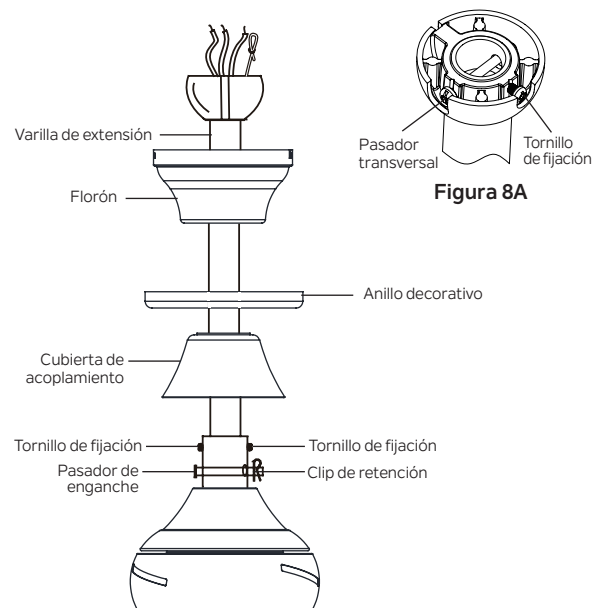

Figura 8B
Paso 8. Deslice la cubierta de acoplamiento, el anillo decorativo (el lado con el acabado orientado hacia el motor) y el florón sobre la varilla de extensión. **(Figura 8B)**